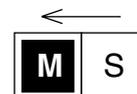

Рис. 21
(1) При присоединении блока BEV к блоку BS в системе со свободным переключением нагрева/охлаждения поверните SS1 на A1P в положение М (главный) только для одного из блоков BEV, присоединенного к дистанционному управляющему блоку, в котором возможно переключение нагрева/охлаждения. **(См. рис. 21)**
(2) Для систем только с блоками BEV